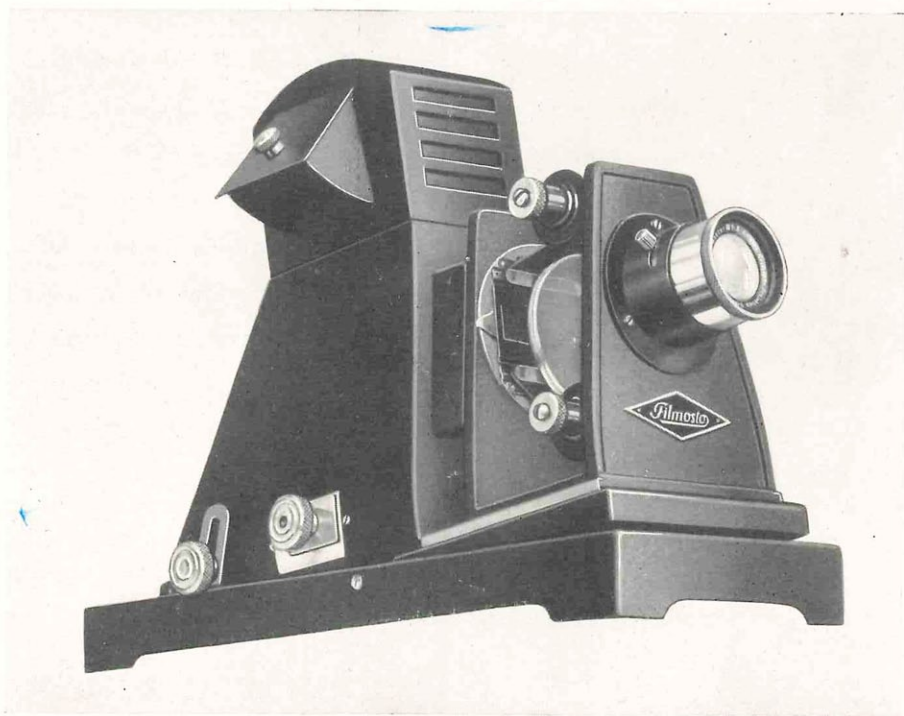

Abb. 1: Das Grundgerät Filmsto Type VB 250/F
10. Mit einem Handgriff kann der Bildwerfer nach oben gerichtet oder geneigt werden (siehe Abb. 1).